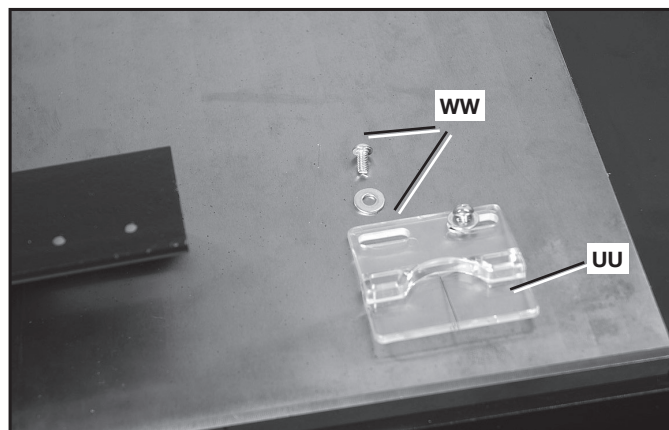
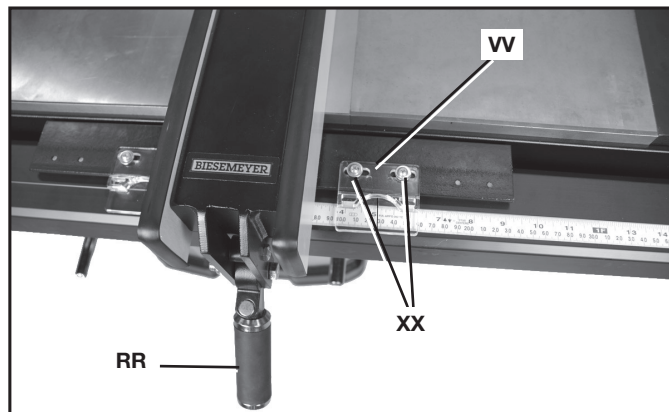
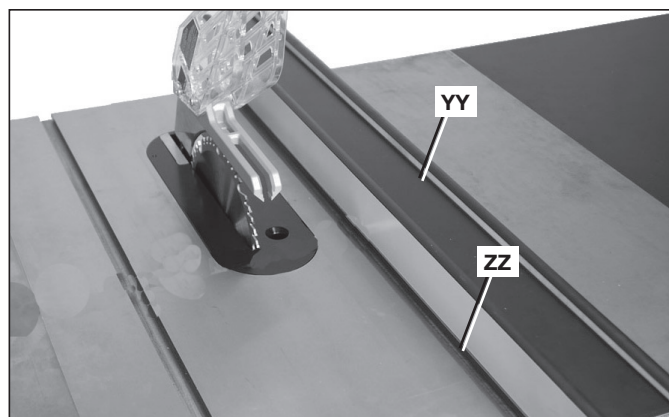
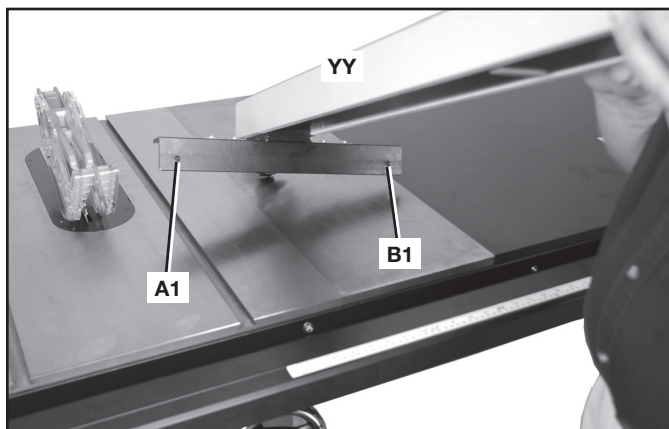

FIG. 20
FIG. 21
FIG. 22
FIG. 23
1. Anexe el indicador fino del lado derecho (UU), Fig. 20, al brazo transversal de la guía (VV), Fig. 21, con dos tornillos de cabeza redonda n.º 10-32 x 9,5 mm (3/8 pulgada) y arandelas planas (WW), Fig. 20.
2. Los tornillos pasan por los orificios ranurados del indicador y por los orificios roscados (XX), Fig. 21, del brazo transversal.
La guía (YY), Fig. 22, se debe ajustar para que quede paralela a la ranura del calibrador de inglete (ZZ). Deslice la guía hasta que el borde inferior esté alineado con el borde de la ranura del calibrador de inglete, como se muestra, y presione el mango de bloqueo de la guía hacia abajo (RR), Fig. 21.
Controle si la guía (YY), Fig. 22, está alineada con la ranura del inglete a lo largo del banco. Si debe realizar un ajuste, retire la guía (YY) como se muestra en la Fig. 23.
Ajuste o desajuste levemente los tornillos de ajuste (A1), Fig. 23, o (B1), con una llave hexagonal de 3/16 pulgada (no viene incluida con el producto). Vuelva a colocar la guía en el tubo de la guía y controle nuevamente la alineación. Repita este ajuste hasta que esté seguro de que la guía está paralela a la ranura del calibrador de inglete. **NOTA: Sólo es necesario un ligero movimiento de los tornillos de ajuste para ajustar la guía.**